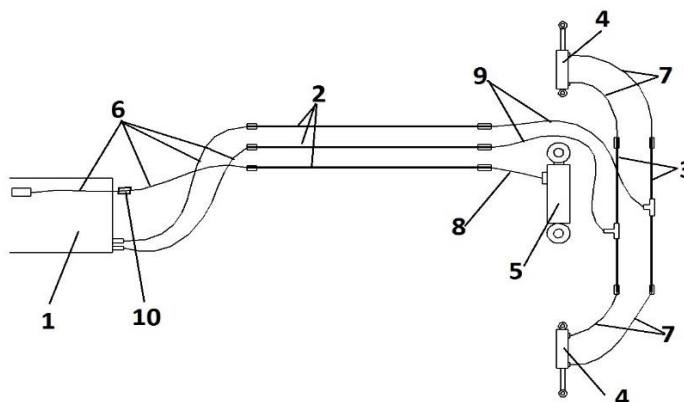

Рис.16 Гидравлическая схема
6.18.4. Подсоединить рукава высокого давления по гидравлической схеме на рис.16. Для медленного и равномерного потока давления на трубопроводах поз.3 рис.16. имеются специальные припайные штуцера.